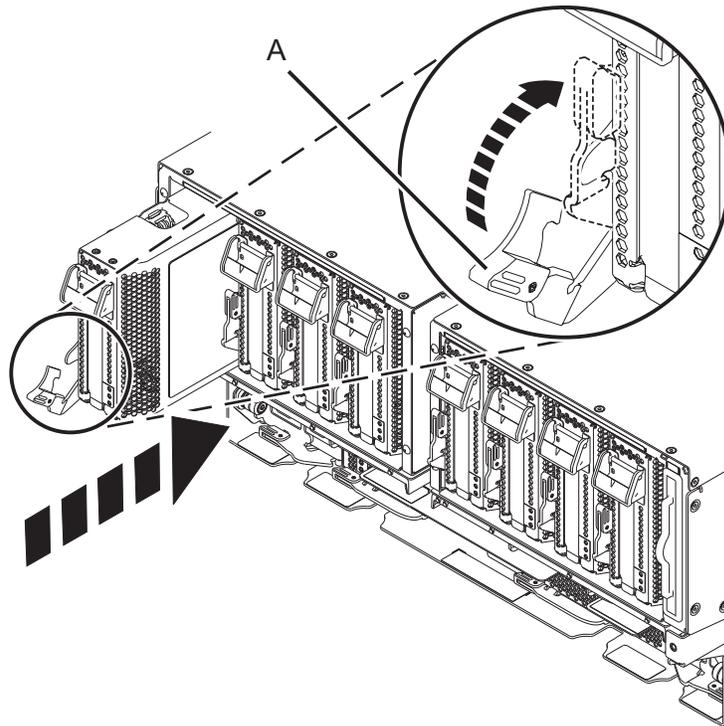

Abbildung 45. PCIe-Adapterkassette im System installieren
- a. Fassen Sie die Adapterkassette, wenn die Kassettengriffe geöffnet sind (A), vorsichtig an ihren Kanten an und richten Sie sie dann am Steckplatz aus. Siehe Abb. 45 auf Seite 46.
- c. Wurde die Kasette vollständig in den Steckplatz eingesetzt, drehen Sie den terrakottafarbenen Kassettengriff (A) in die in Abb. 45 auf Seite 46 dargestellte Richtung, um die Adapterkassette im